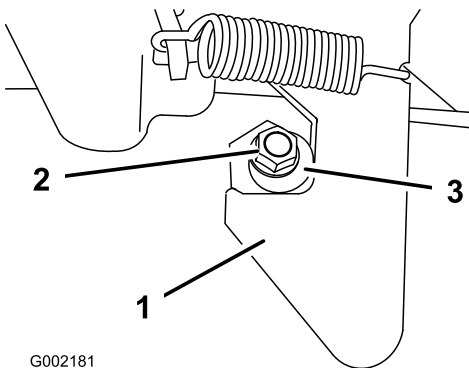

Figura 69
1. Afloje la contratuerca del extremo del tope del enganche (Figura 69).
2. Gire el tope del enganche en sentido horario hasta que quede apretado contra el enganche (Figura 69).